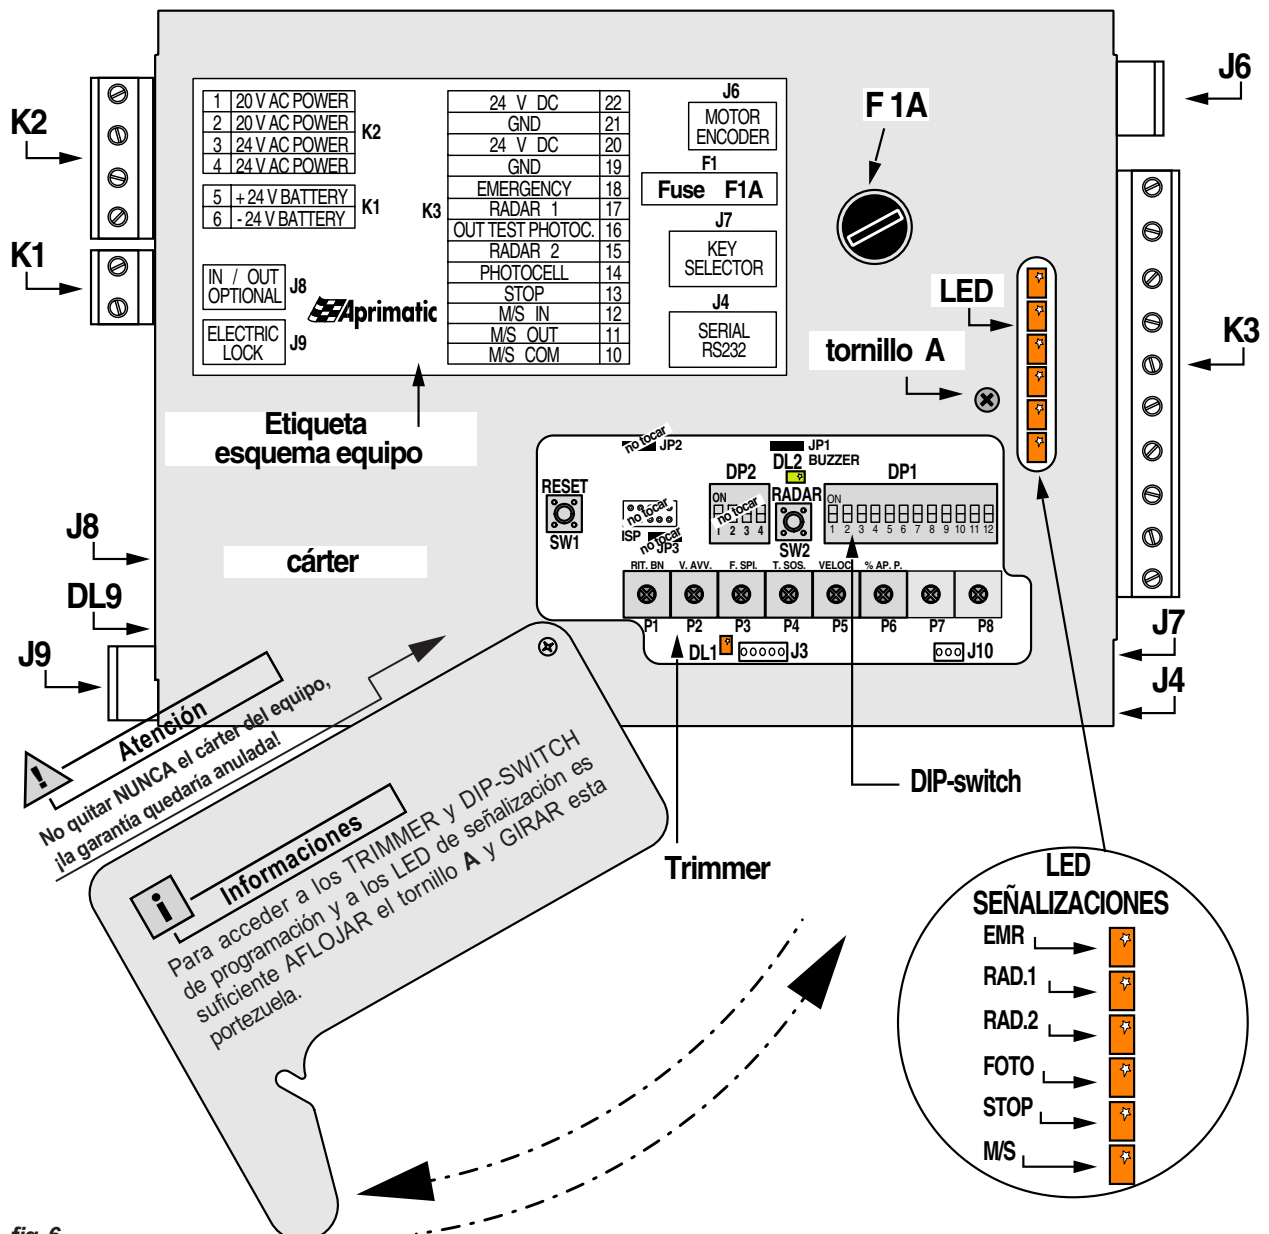

fig. 6
CONTROL WING NK está formado por la TARJETA electrónica de control, instalada en un perfil de aluminio extrudido que hace las veces de SOPORTE para la fijación en el Módulo de la automatización. La tarjeta está protegida por un cárter provisto de una portezuela para poder acceder a los dispositivos de programación y señalización, mientras que puede accederse a las regletas de bornes y a los conectores directamente desde los extremos laterales (fig.6).
- 2 Introducir el conector del Selector en el **J7** de la Tarjeta CONTROL WING NK (fig.6).